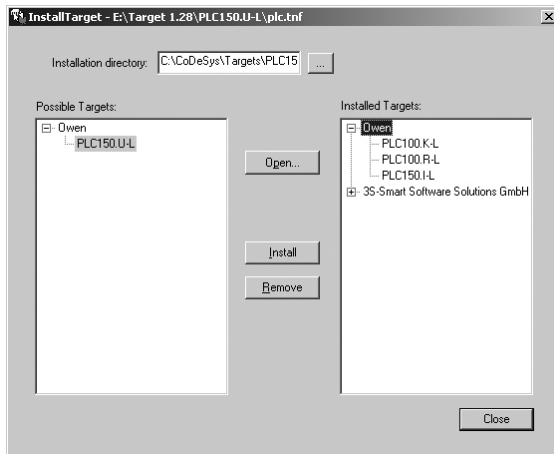

Рисунок 6.1 - Окно «InstallTarget» утилиты InstallTarget»
- В открывшемся при запуске утилиты **InstallTarget** окне (рисунок 6.1) – нажать кнопку Open и указать путь доступа к инсталлируемому Target-файлу (имеющему расширение *.tnf, Target Information File). Target-файлы контроллеров ОВЕН ПЛК100 могут быть скачаны с сайта www.owen.ru. При скачивании с сайта папку с Target-файлами надо разархивировать и сохранить на жестком диске ПК.